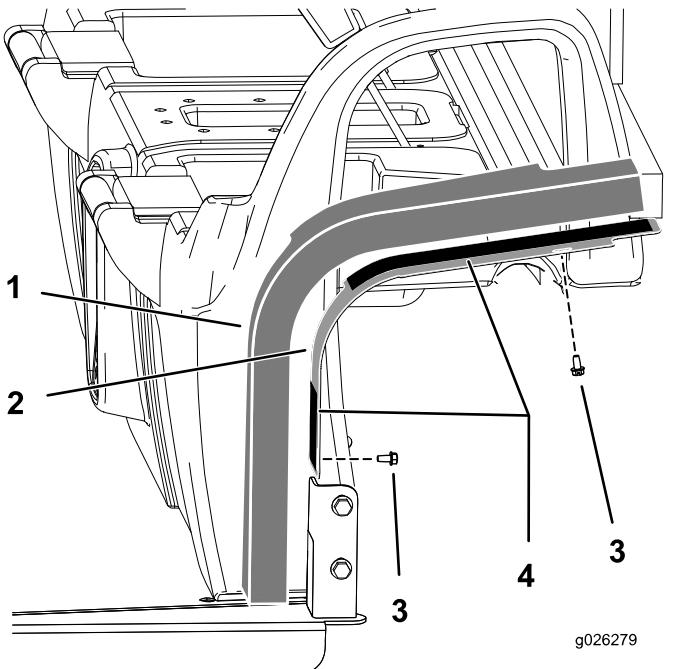

Bild 7
1. Befestigen Sie die Befestigungsplatten mit 4 Schrauben (1/4") an der Kabine, siehe Bild 7.
- Ziehen Sie das rückwärtige Papier von dem doppelseitigen Klebeband an den Befestigungsplatten ab (Bild 7).
- Befestigen Sie die Schaumstoffplatten an der Baueinheit (Bild 7).